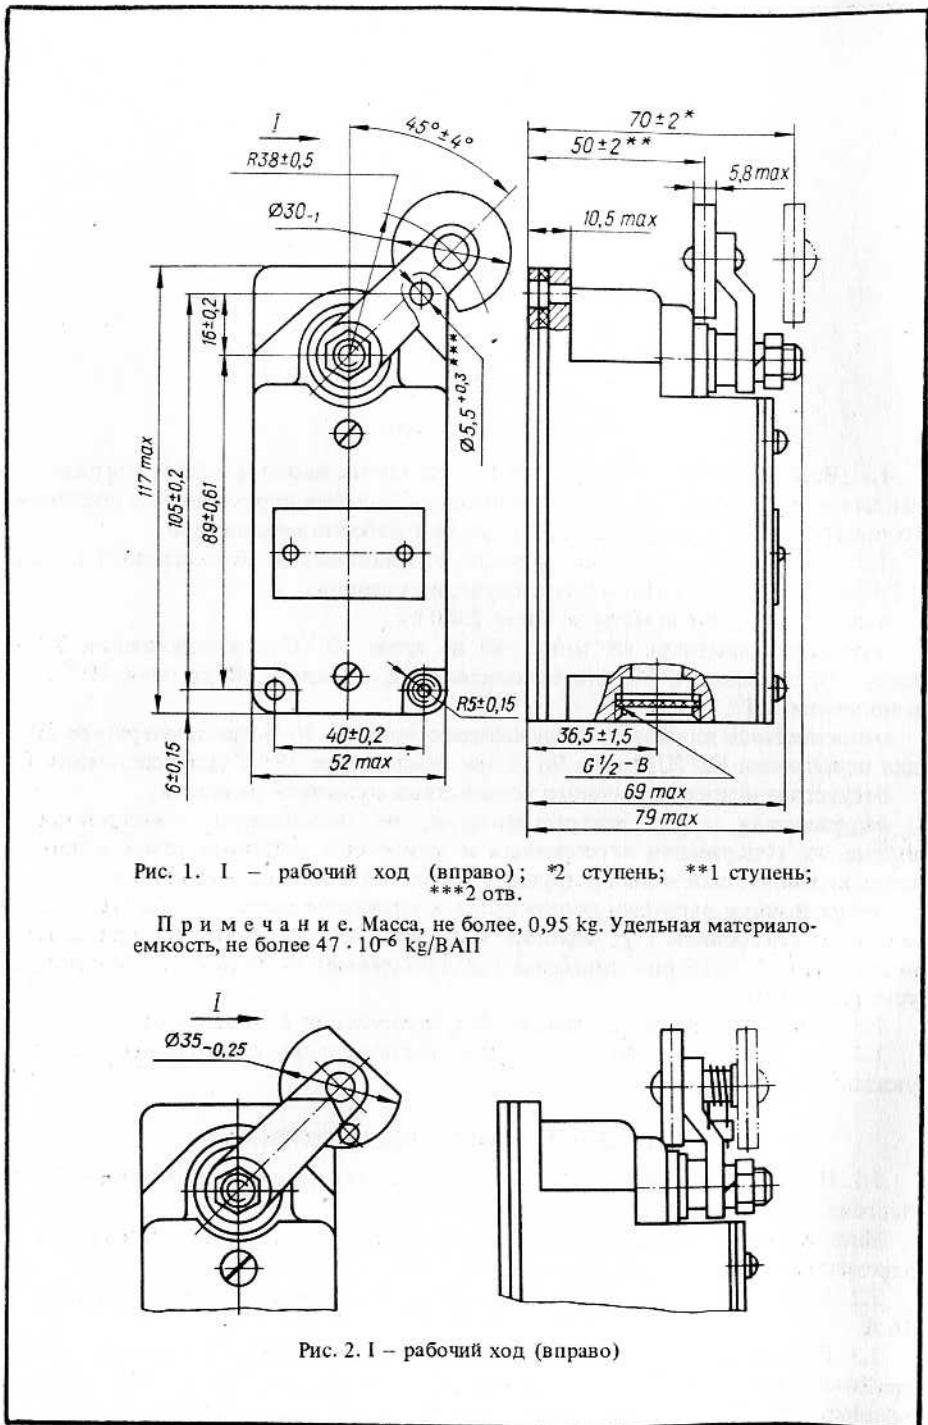
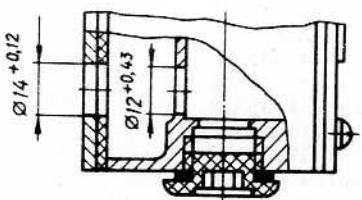
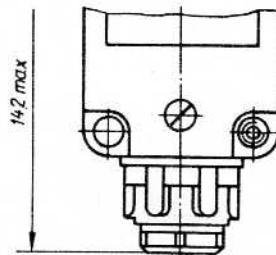

Рис. 1. I – рабочий ход (вправо); *2 ступень; **1 ступень;
Рис. 4.
Рис. 5.
1.4. Габаритные, установочные и присоединительные размеры выключателей указаны на рис. 1 – 5.
П р и м е ч а н и е. В обозначении типоисполнения выключателя ВП – выключатель путевой; буквы Г, Д и Е определяют вид ввода проводников в кожух выключателя: Г – резьбовый неуплотненный ввод (рис. 1); Д – притыгчный ввод через отверстие в основании выключателя (рис. 4); Е – уплотненный ввод через сальник (рис. 5); на месте Х₁ должны быть буквы А или Б, которые обозначают соответствующую группу выключателя по коммутационной износостойкости, а на месте Х₂ – У2 или Т2, обозначающие соответствующее климатическое исполнение выключателя;